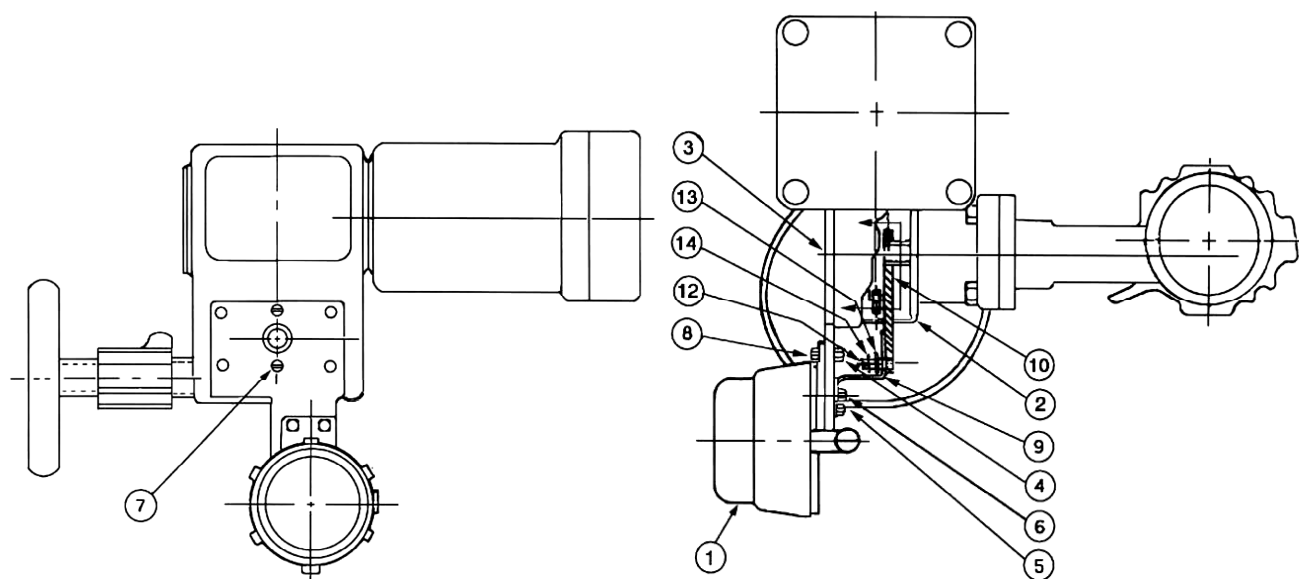
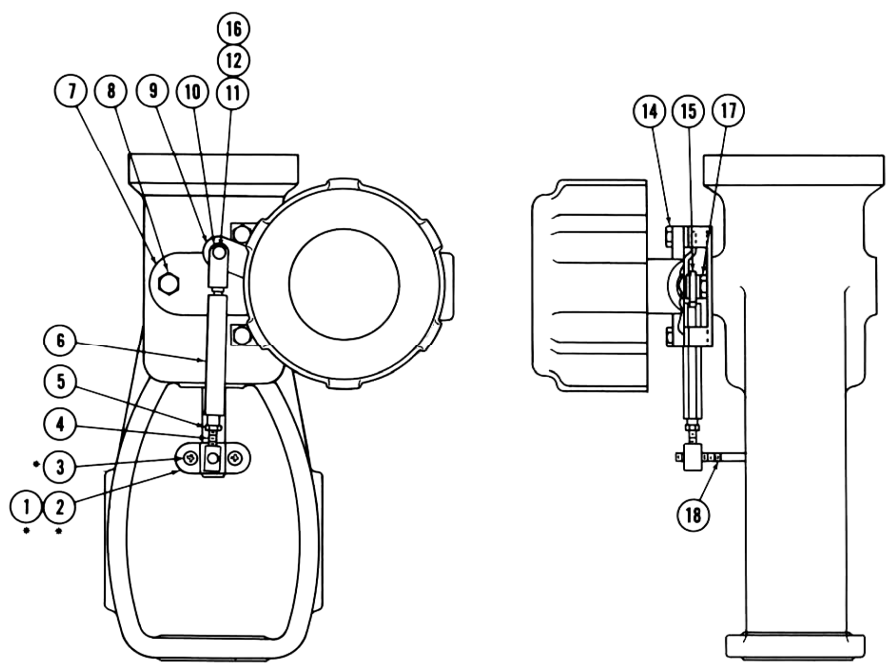

Рисунок 3.
Рисунок 6.
Для соединения вала переключателя (11) и клапана используются две муфты: муфта пластинчатого типа (поз. 9, рис. 3), которая вращает клапаны вала, и задний рычаг (поз. 9, рис. 6) для клапанов
управления линейным движением. Каждая муфта крепится к валу переключателя (11) с помощью пружинной шайбы и колпачкового винта. Подробно крепежные детали показаны на рис. 3 - 7.